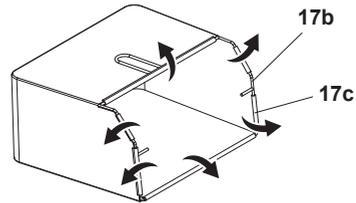

Fig. 5
2. Prinde cele șase cleme din cauciuc (17c) pe cadrul din oțel (17b) (Fig. 5).
3. Colectorul de iarbă (17) este gata de utilizare.